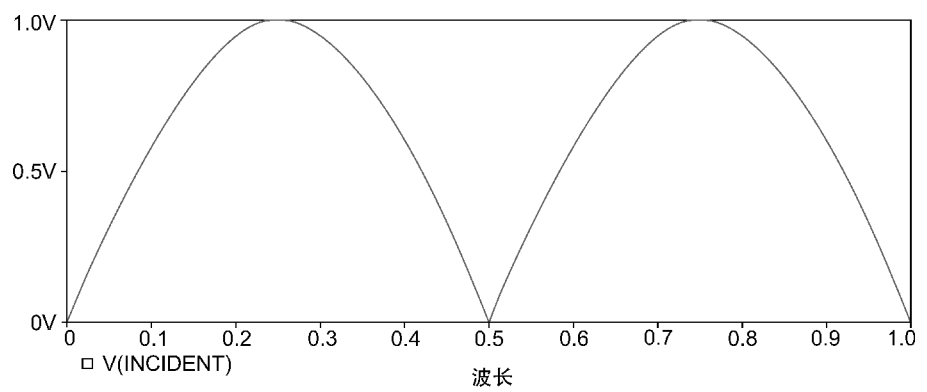

图 17.25 负载短路时的驻波波形
11. 在传输线的入射端放置电压探针,然后运行电路仿真。在 Available Sections 输出显示窗口中对波形全部选定,然后单击 OK 按钮进行确定。将会看到如图 17.25 所示的驻波波形。